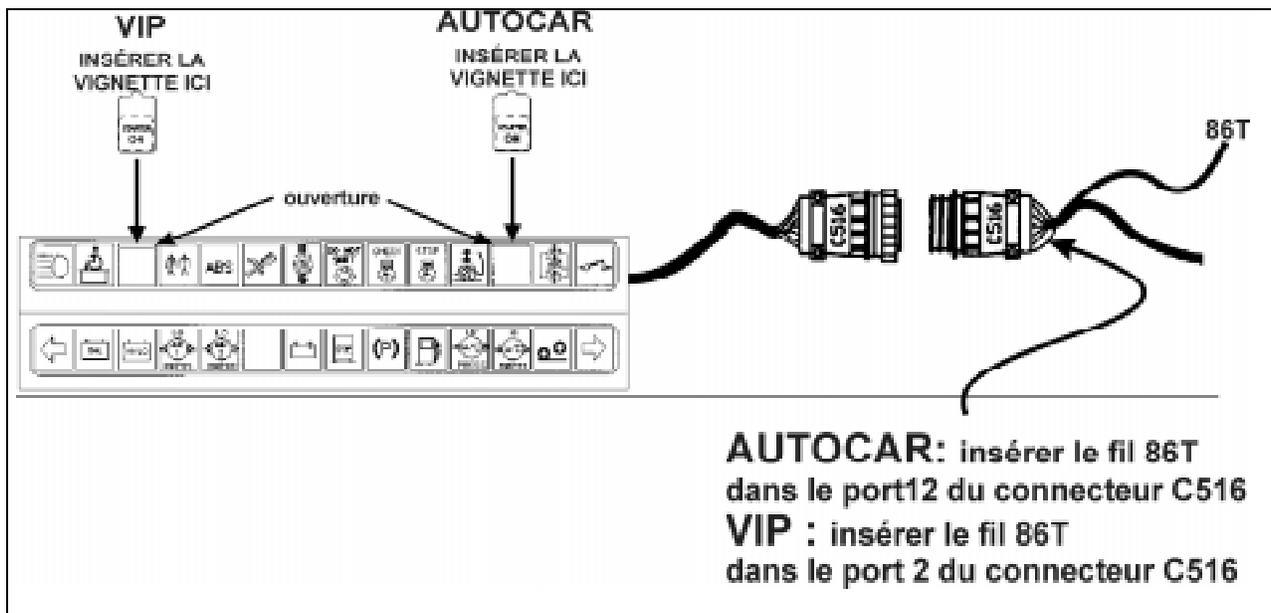

FIGURE 4 : TABLEAU DES TÉMOINS LUMINEUX
- Insérer le fil 86T (pièce Prévost 065214) au port #12 (autocars) ou #2 (maison motorisée VIP) du connecteur C516, identifié par une étiquette (figure 4).
9. Insérer la vignette "STARTER ON" (pièce Prévost 563022) dans le tableau des témoins lumineux par l'ouverture du haut. Placer la vignette à l'endroit spécifié sur la figure 4.